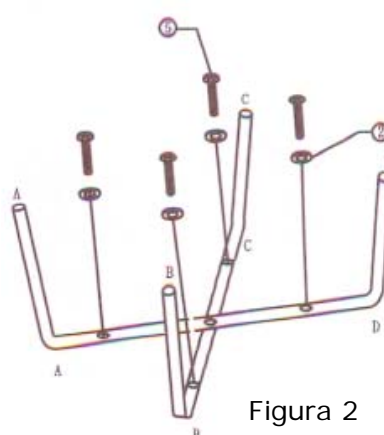

Figura 2
- ☞ inserite le 4 viti più lunghe comprensive di rondelle (fornite in confezione), nei fori delle gambe, facendoli coincidere con le filettature sul fondo del sedile e serrarle completamente con il cacciavite (Figura 2). Per il modello **BB4 e BB5**, dotati di schienale, inserite le 4 viti più lunghe comprensive di rondelle (fornite in confezione), nei fori del lato corto dei tubi dello schienale (strutture ad "L") prima di inserirle nei fori delle gambe, facendoli coincidere con le filettature sul fondo del sedile, e serrarle completamente con il cacciavite;